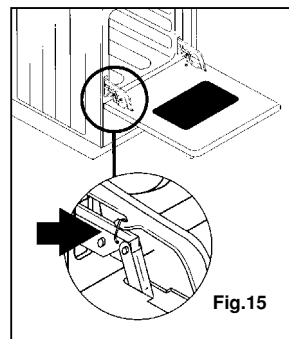

Fig.15
- Abaissez-la. N'oubliez pas de le faire sur les deux charnières avant de passer à l'étape suivante (Fig.15).